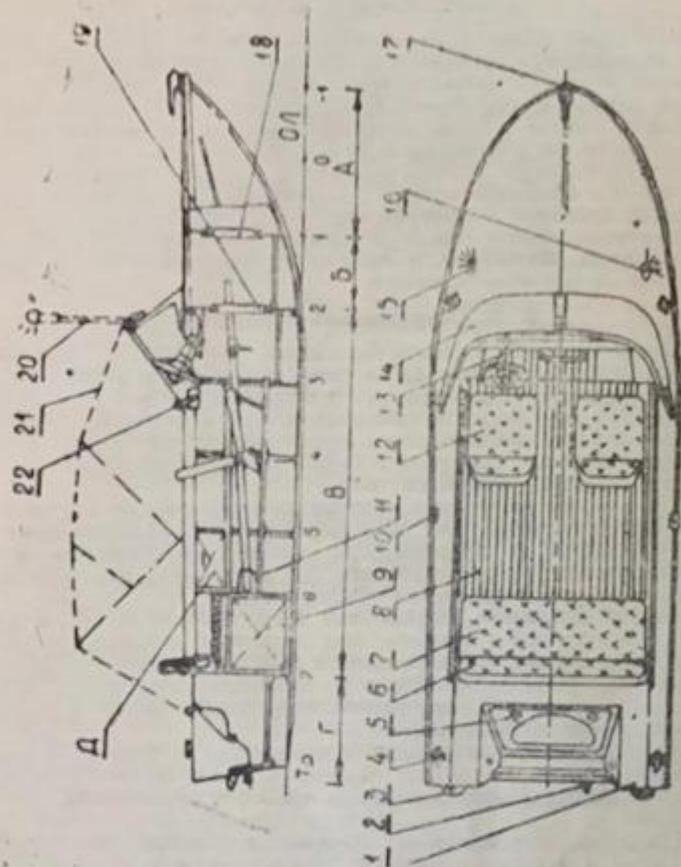

Рис. 1.
5. УСТРОЙСТВО МОТОЛОДКИ (см. рис. 1)